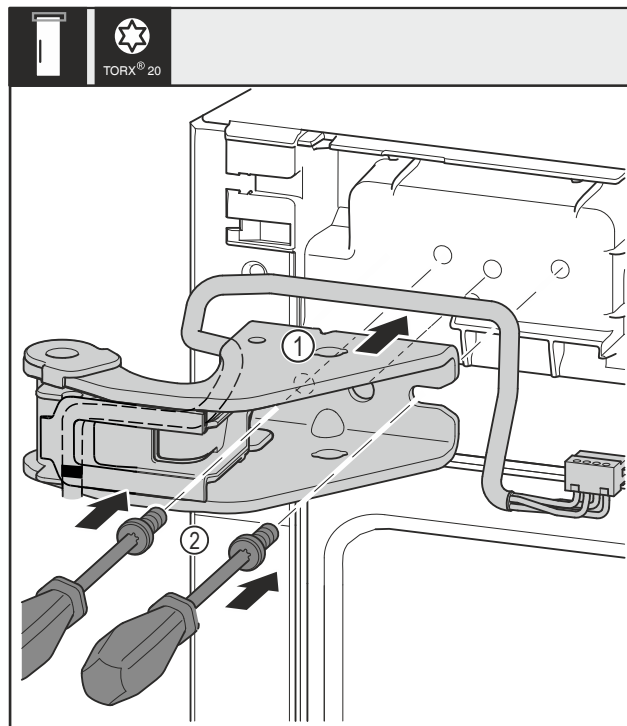

Fig. 32
- Postavite gornji podložak ležaja Fig. 32 (1).
- Odvijačem umetnite i pritegnite vijke Fig. 32 (2).